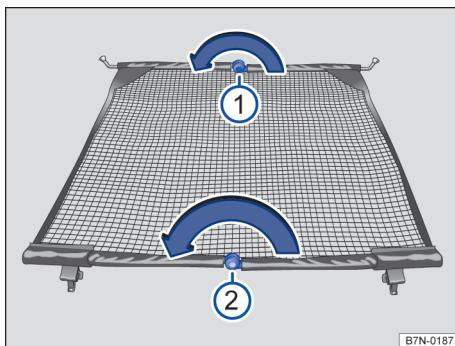

Fig. 186 Fechar a rede divisória.
- Pressionar o botão de destravamento e fechar a barra transversal no sentido da seta com o botão de destravamento pressionado → Fig. 186 ①.
- Repetir a ação com o outro botão de destravamento ②.